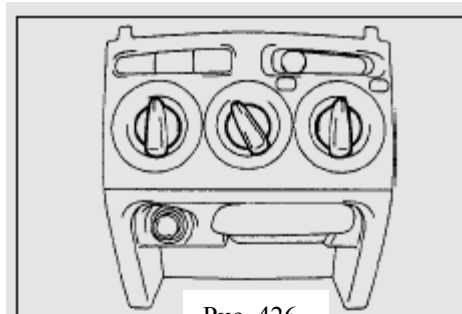

Рис. 426
(1) Демонтируйте три ручки управления(рис. 426)